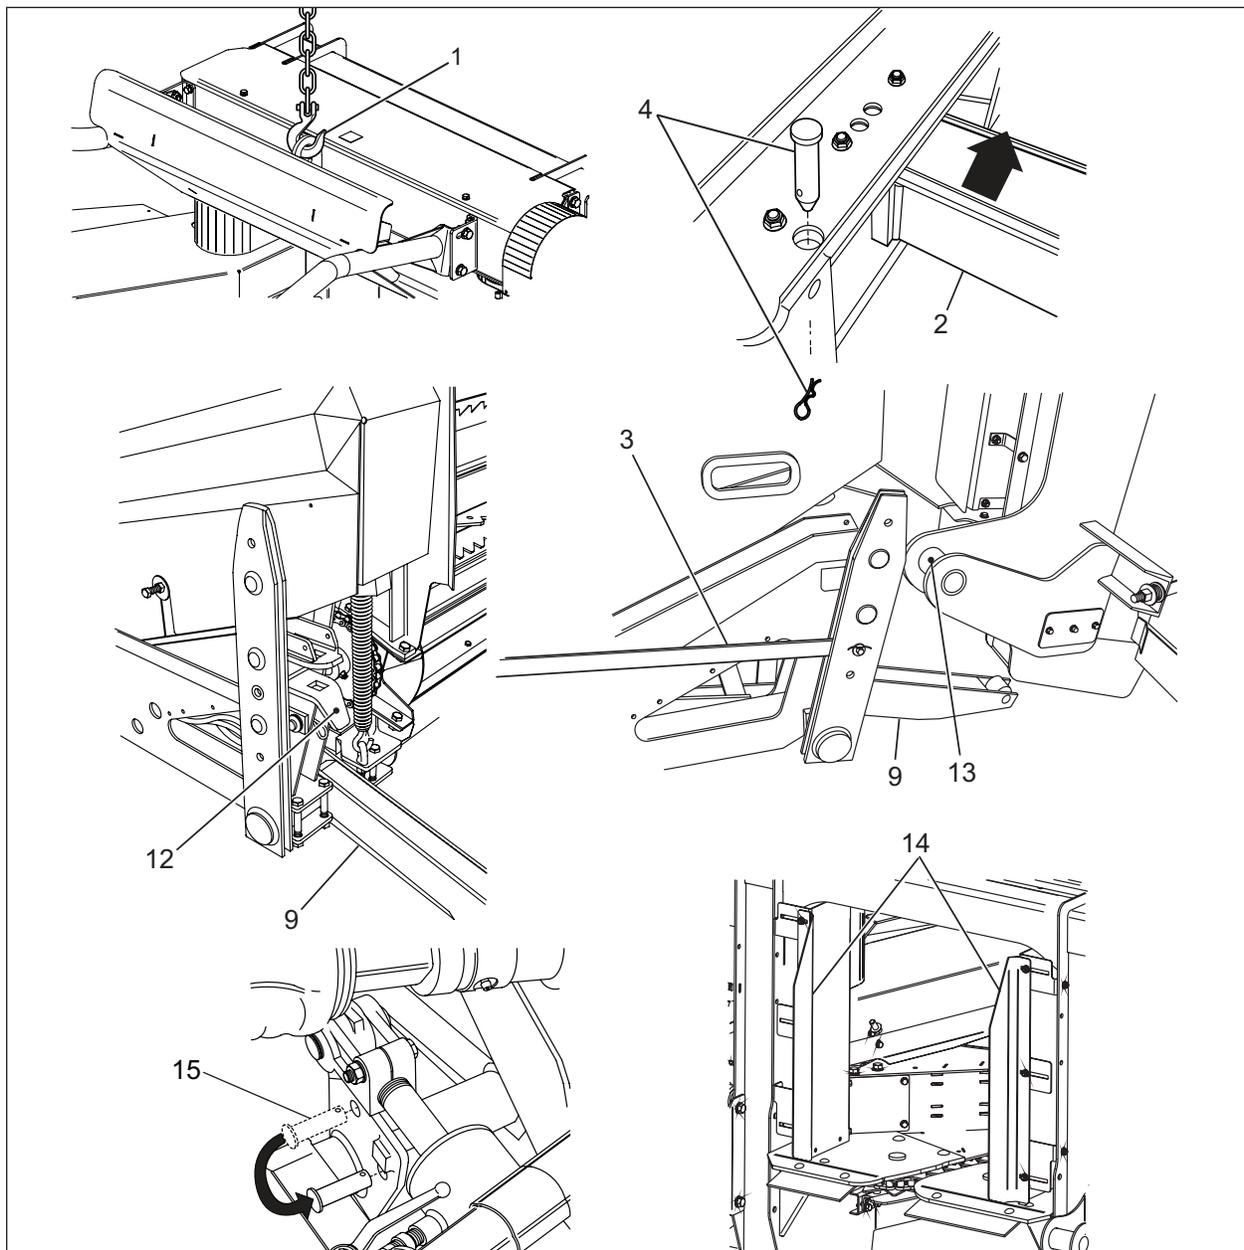
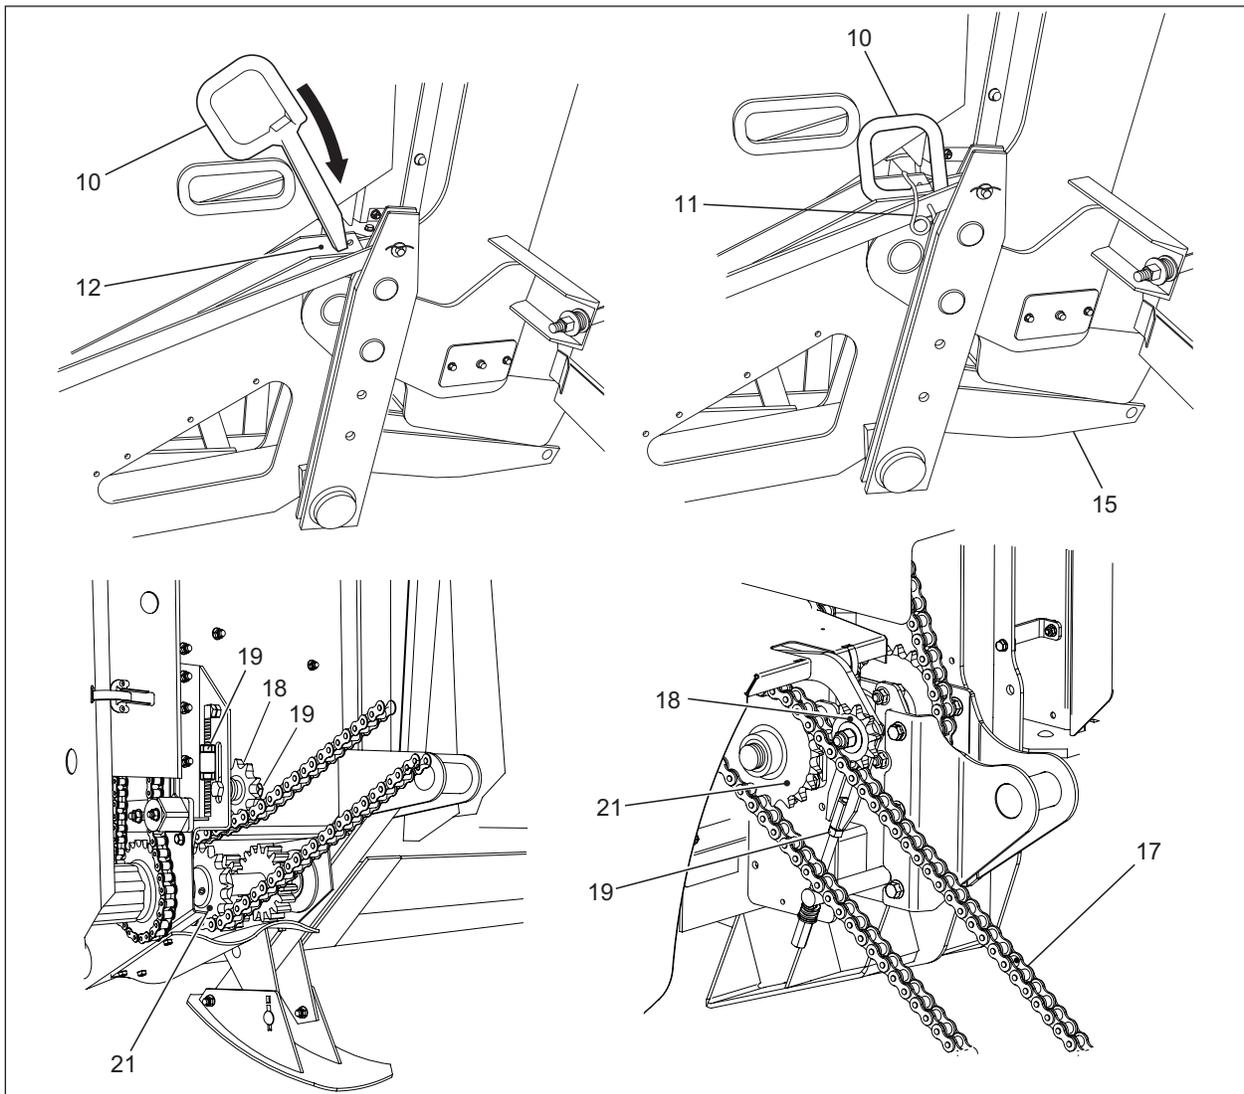

Figure 13 Installation d'un attache­ment
Figure 14 Installation d'un attachement
INSTALLATION D'UN ATTACHEMENT SUR LA FOURRAGÈRE - FIGURES 13 ET 14
4. Lorsque l'attache est en place sur la Fourragère, remettre les goujons carrés (item 10) et les goupilles de sécurité (item 11) des deux côtés;
ATTENTION : Toujours retirer le goupille (item 15 à la figure 13) qui barre le relevage avant de poursuivre les ajustements ou opérer au champs.
6. Installer la chaîne motrice de l'attache à maïs (item 16), utiliser la chaîne #80 X 35" lg avec une maille d'accouplement #80;
7. Installer la chaîne motrice de l'attache à andains (item 17). Utiliser les chaînes #80 X 35" lg avec une maille d'accouplement #80 et une maille #80 (ces pièces sont dans la boîte à outils);
8. Ajuster les bras de levage de la Fourragère (item 15, figure 14) en position d'opération. Passer la chaîne sous la roue tendeuse (item 18, figure 14). Déplacer le pignon (item 21) sur l'arbre si nécessaire. Ajuster la chaîne à une tension normale et bien serrer les écrous (item 19) des tendeurs (item 18).